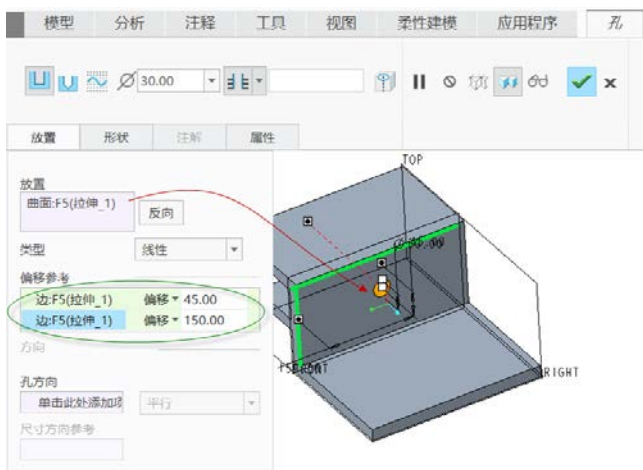

图 4-6 定义偏移参照及其尺寸
- 7 分别将两个偏移参照控制滑块拖动到相应的偏移参照上，然后在“放置”面板的“偏移参考”收集器中将其相应的偏移参照尺寸设置为所需值，如图 4-6 所示。